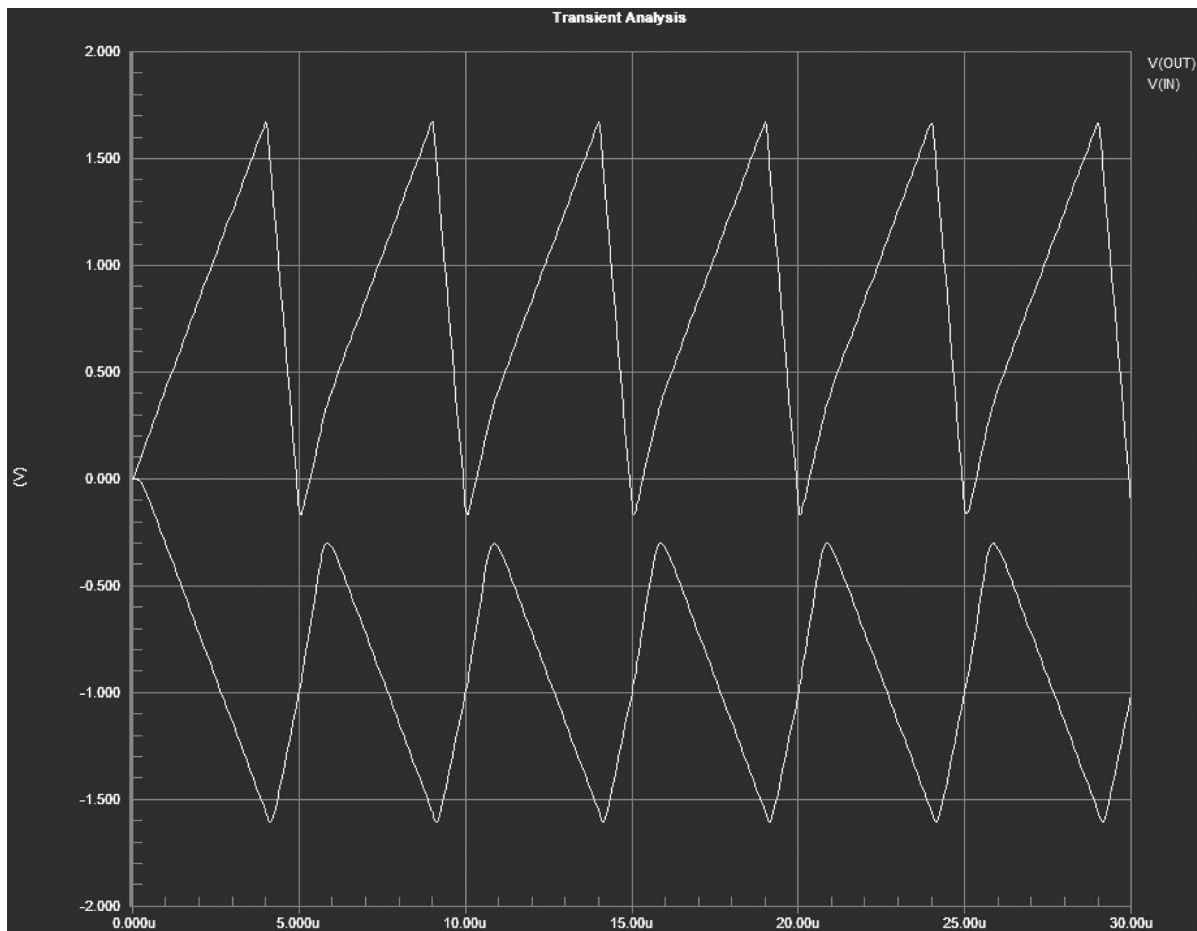

图 3-23 瞬态仿真结果波形(时域瞬态)
- (1) 运行 Spice 仿真后,弹出消息对话框,关闭该对话框。
(2) 自动打开 PCB_Project1. sdf 文件。显示如图 3-23 所示的图形, V(IN)为输入信号时域瞬态波形、V(OUT)为输出信号时域瞬态波形。